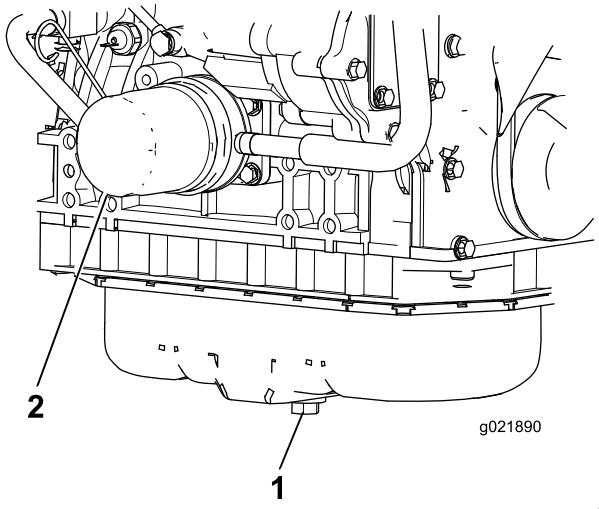

図 75
1. ドレンプラグを外してオイルを容器に受ける図 75。
3. オイルフィルタ図 75を外す。